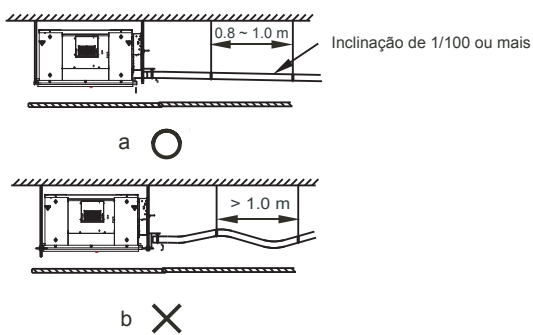

Figura 5.1
4. Para evitar o refluxo de água para o interior do ar condicionado quando a operação parar, o tubo de descarga de água deve se inclinar para baixo em direção ao exterior (lado de drenagem) em uma inclinação de mais de 1/100. Certifique-se de que o tubo de descarga de água não dilate ou armazene água; caso contrário, causará ruídos estranhos. Veja a Figura 5.1.
5. Ao conectar a tubulação de descarga de água, não use força para puxar os tubos para evitar que as conexões dos tubos de sucção de água se soltem. Ao mesmo tempo, defina um ponto de apoio a cada 0,8 ~ 1 m para evitar que os tubos de descarga de água dobrem. Veja a Figura 5.1.